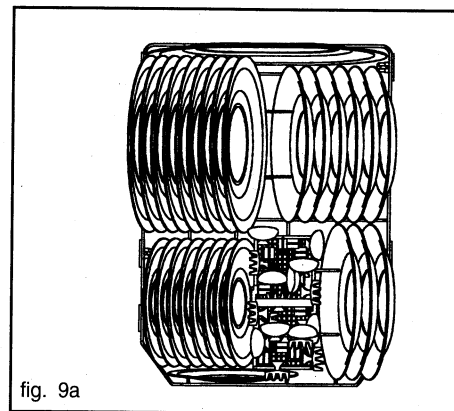

fig. 9a
2. Placer dans ce panier: assiettes plates, creuses, à dessert, casseroles et plats (fig. 9a-9b).